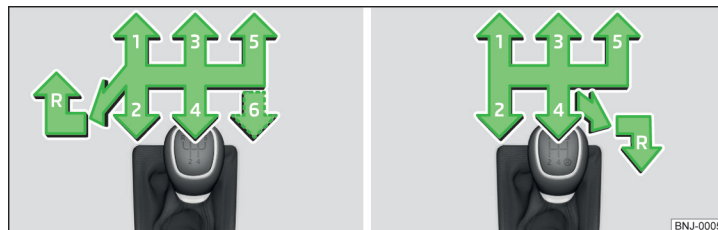

Fig. 126 Schema marce: Variante 1 (cambio a 5 e/o 6 marce) / variante 2 (cambio a 5 marce con motore 1,0 l MPI)
Sulla leva del cambio è raffigurato lo schema marce delle singole posizioni delle marce **>> fig. 126**.
- > Portare la leva del cambio completamente a sinistra e quindi in avanti in posizione **R** **>> fig. 126**.